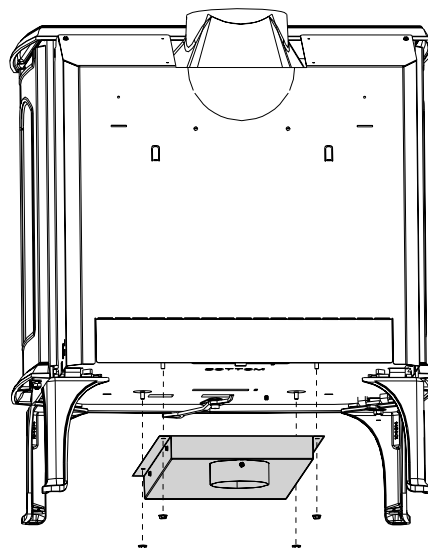

Figure 23. Installation de l'adaptateur d'air extérieur.
- Collecteur d'air extérieur (fig. 23)